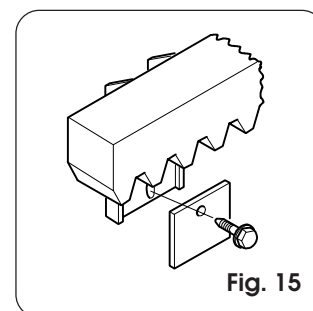

Fig. 15
4.8.3. Cremagliera di nylon ad avvitare (Fig. 15)